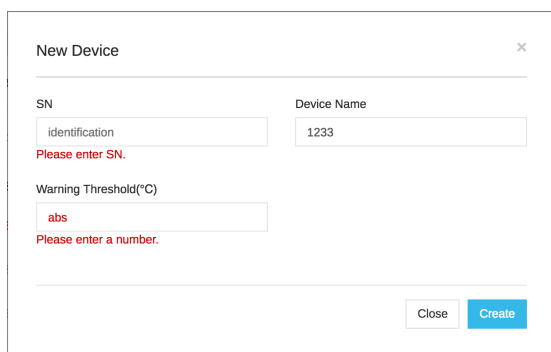

图7 新增设备数据检查
2. 客户端可以观察到该设备的“最近更新”字段不再刷新，从模拟设备程序可以观察到该设备已经被关闭，如图7。